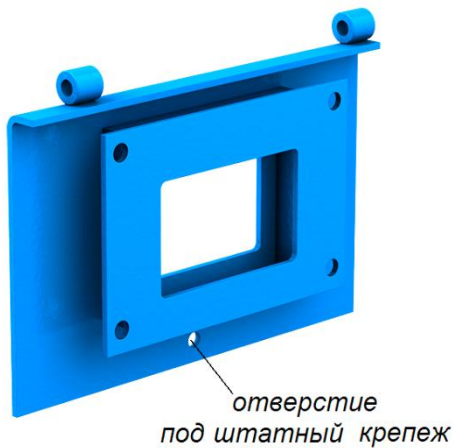
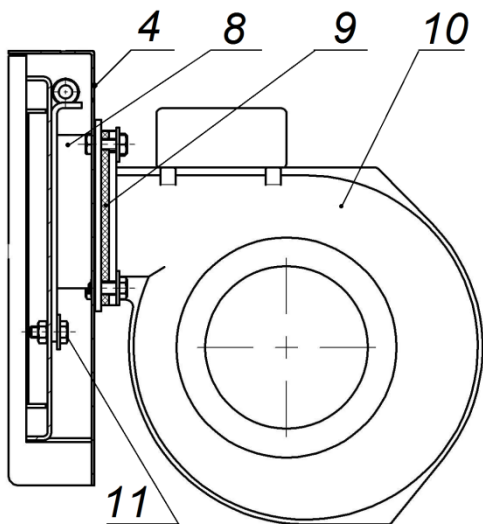

Рис.2. Переходная рамка котла КОБАЛЬТ
Рис.3. Установка вентилятора:
2.4. Снять с дверцы зольника (поз.4) заслонку подачи первичного воздуха и установить на её место переходную рамку (см. рис.2), из комплекта TurboJet. Закрепить рамку штатным винтом из комплекта котла (поз.11 на рис.3).
2.5. Установить прокладку (поз.9) и вентилятор (поз.10) на переходную рамку (поз.8), согласно рис.3.